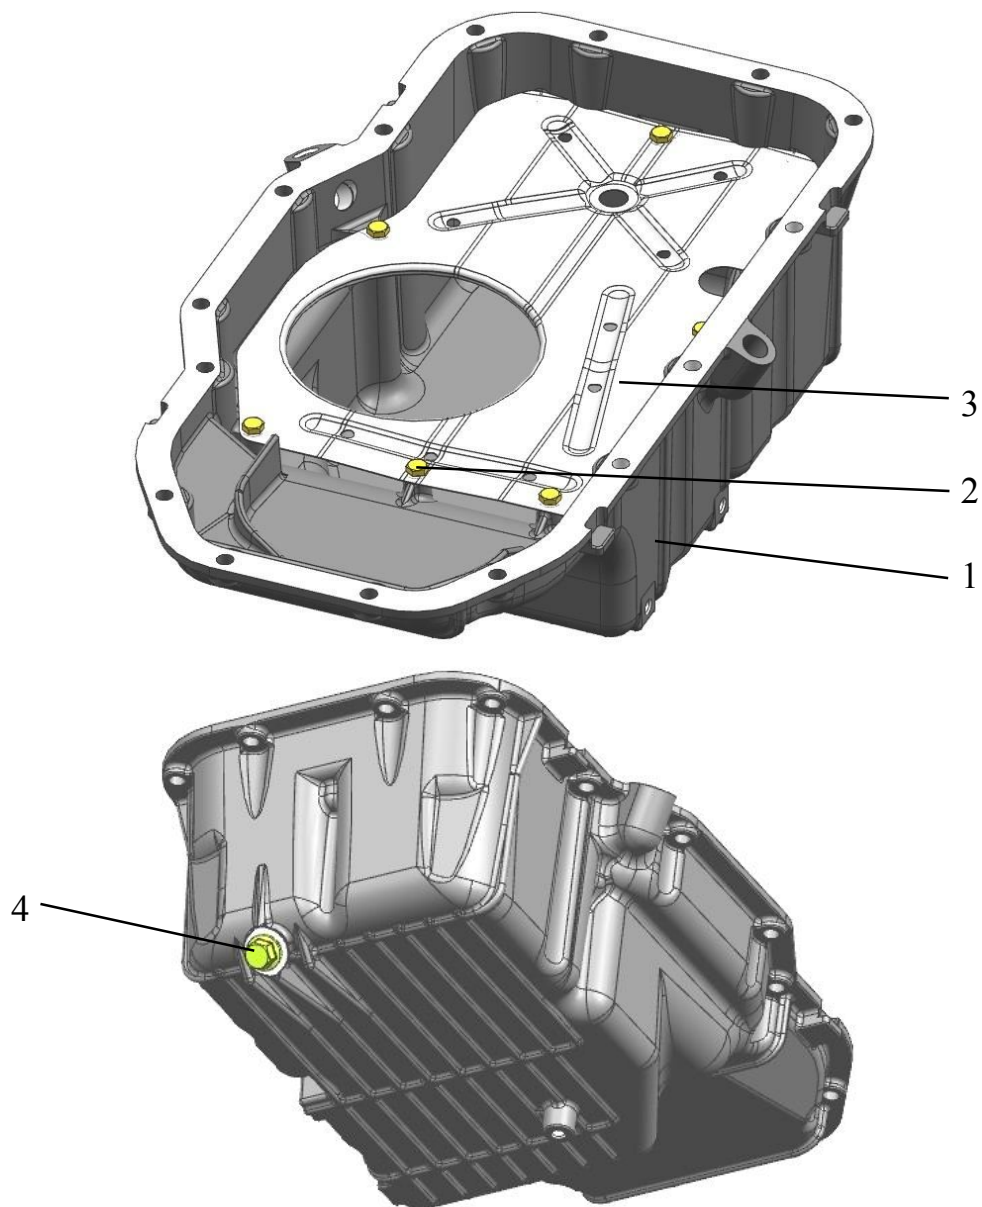

Рис.32. Масляный картер:
От верхнего подшипника валика привода масляного насоса масло через поперечные сверления и внутреннюю полость валика подается для смазки нижнего подшипника валика и опорной поверхности ведомой шестерни 7 (рис.32) привода. Шестерни привода масляного насоса смазываются струей масла, разбрызгиваемой через отверстие в центральной масляной магистрали.
**Масляный картер** (рис.32) – отлит из алюминиевого сплава, крепится через прокладку снизу к блоку цилиндров болтами. Внутри масляного картера закреплен болтами изготовленный штамповкой из стального листа маслоуспокоитель 3. Отверстие слива масла масляного картера закрыто резьбовой пробкой 4 с уплотнительной алюминиевой прокладкой.